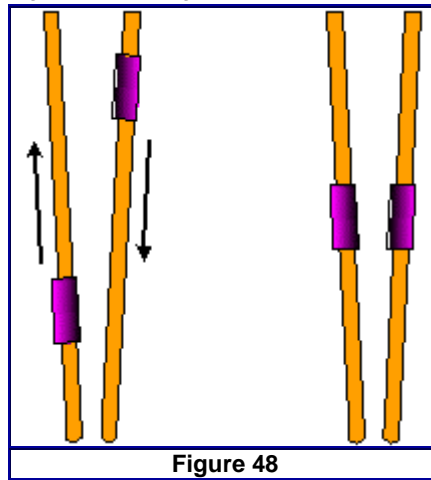

Figure 48
- Si l'on ne désire pas déclencher le tir sur un blocage, on peut utiliser un système qui s'appuie sur le même processus, à savoir faire **des repères** à la peinture ou avec des enroulements de fil, lors de la visée lorsque l'on est à l'allonge désirée. (Figure 48)